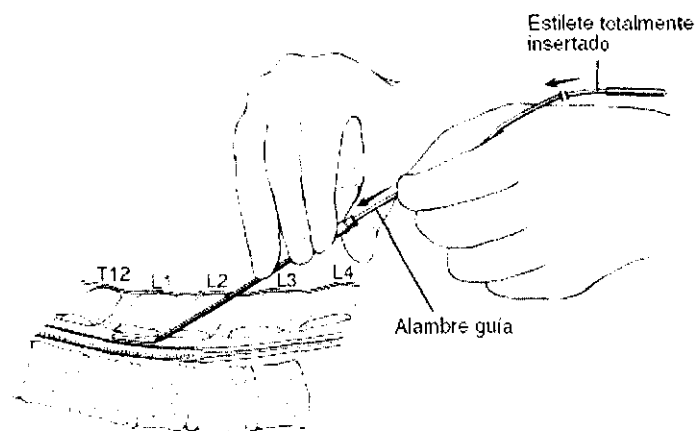

FIGURA 7
4. Una vez que la punta del alambre guía se encuentre dentro del espacio epidural y habiendo superado ligeramente la punta distal de la aguja, vuelva a insertar por completo el estilete y avance el alambre guía hasta la ubicación destino (Figura 7). Al avanzar el alambre guía, es muy importante hacerlo con la ayuda de una imagen radioscópica. También es importante manipular el alambre guía con cuidado para reducir el riesgo de desgarro de la duramadre.